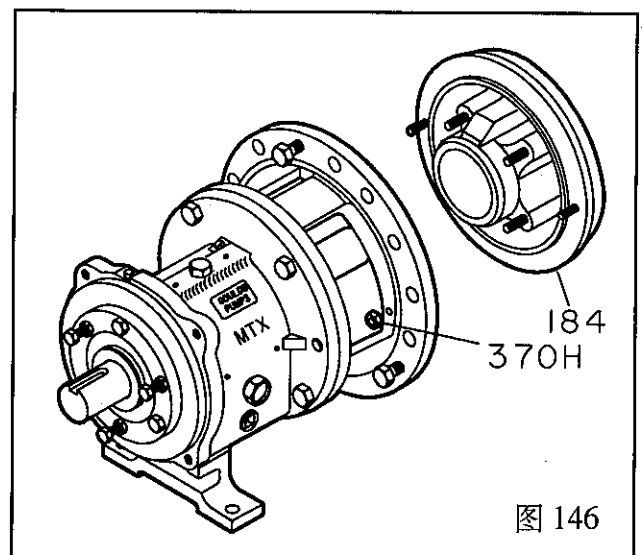

图 146
1. 拧紧螺母(370H)安装密封腔(184)(图146)。